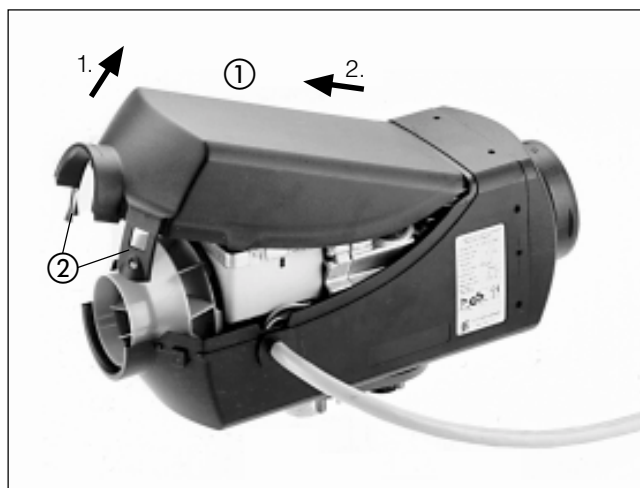

Bild 1
Deckel von der **AIRTRONIC** abnehmen (siehe Bild 1)
- Deckel von der **AIRTRONIC** abnehmen (siehe Bild 1).
- Deckel von der *AIRTRONIC* abnehmen (siehe Bild 1).